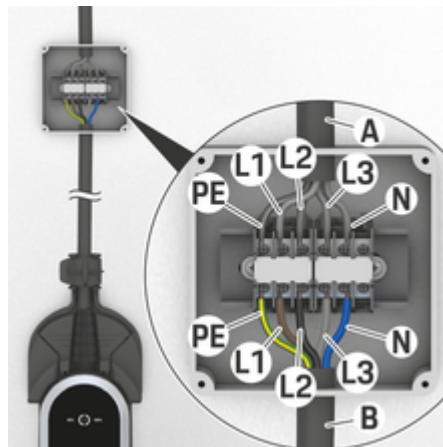

图 17 固定连接盒的端子（三相）
将控制单元 B（图 17）的电缆连接到固定连接 A（图 17）的端子时，请遵守指定的顺序。要连接电线，请使用刀刃宽度适合连接螺钉的一字槽螺丝刀。
2. 将保护导体 PE（图 17）连接到固定连接的 PE（图 17）端子。
3. 将零线 N（图 17）连接到固定连接的 N（图 17）端子。
4. 将火线 L1（图 17）连接到固定连接的 L1（图 17）端子。
5. 将火线 L2（图 17）连接到固定连接的 L2（图 17）端子。
6. 将火线 L3（图 17）连接到固定连接的 L3（图 17）端子。